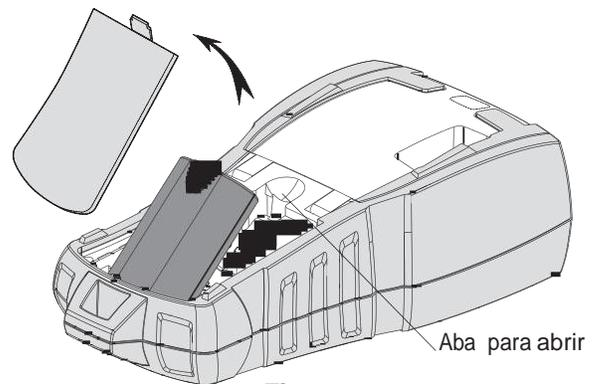

Figura 3
1. Puxe a parte de trás da impressora para retirar a tampa do compartimento das pilhas. Ver Figura 3.
2. Insira o conjunto de pilhas no respectivo compartimento. Ver Figura 3.